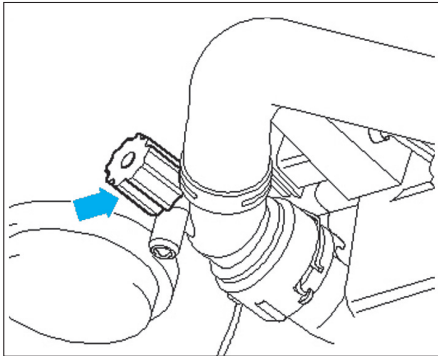

Fig. 20
- Dévisser complètement la vis de vidange (flèche) pour vidanger le liquide de refroidissement du radiateur (Fig.20).